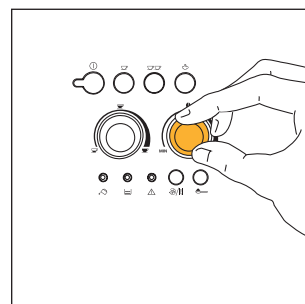
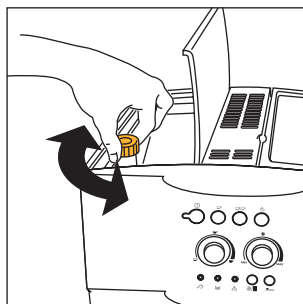

Fig.7
Fig. 17
- 2) Réglez le bouton de droite (fig. 7) pour programmer le goût désiré du café. Plus vous tournez dans le sens des aiguilles d'une montre et plus la quantité de grains à moudre augmentera et donnera un café plus fort. Lors de la première utilisation, il faut procéder par tentatives et faire plusieurs cafés pour trouver la bonne position du bouton. Attention à ne pas trop tourner dans le sens des aiguilles d'une montre, le café risquerait de couler trop lentement (goutte à goutte) surtout si vous devez faire deux tasses de café.
NOTA 1: Si le café coule goutte à goutte ou s'il ne sort pas du tout, tournez le bouton de réglage de la mouture (fig. 17) d'un cran dans le sens des aiguilles d'une montre (voir § 6). Tournez d'un cran à la fois jusqu'à obtention d'un débit satisfaisant
NOTA 2: si le café coule trop vite et que la crème n'est pas satisfaisante, tournez légèrement le bouton de droite (fig.7) dans le sens des aiguilles d'une montre. Procédez par tentatives et faites plusieurs cafés pour trouver la bonne position du bouton. Attention à ne pas trop tourner dans le sens des aiguilles d'une montre, le café risquerait de couler trop lentement (goutte à goutte) surtout si vous devez faire deux tasses de café. Si, au bout de quelques cafés la crème obtenue n'est pas satisfaisante, tournez également le bouton de réglage de la mouture (fig.17) d'un cran en sens inverse des aiguilles d'une montre (voir § 6).
Pour résoudre ce problème, il faut régler le degré de mouture du moulin à café en tournant le bouton  de réglage (fig.17) d'un cran en sens inverse des aiguilles d'une montre (voir chap. 6)
Le moulin à café ne doit pas être réglé, du moins au début, puisqu'il est pré-réglé en usine pour que le café coule correctement. Cependant, si après les premiers cafés le café coule trop vite ou trop lentement (goutte à goutte) vous devez régler le problème en agissant sur le bouton de réglage du degré de mouture (fig. 17). Pour obtenir une sortie plus rapide du café (sans gouttes) tournez le bouton d'un cran (égal à un chiffre) dans le sens des aiguilles d'une montre.